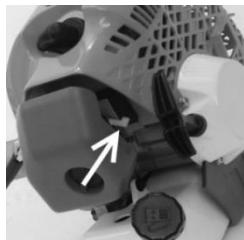

Рисунок 9
4.1.3 Важіль повітряної заслінки переведіть вторг, у положення «ХОЛОДНИЙ ЗАПУСК» (рис.9).